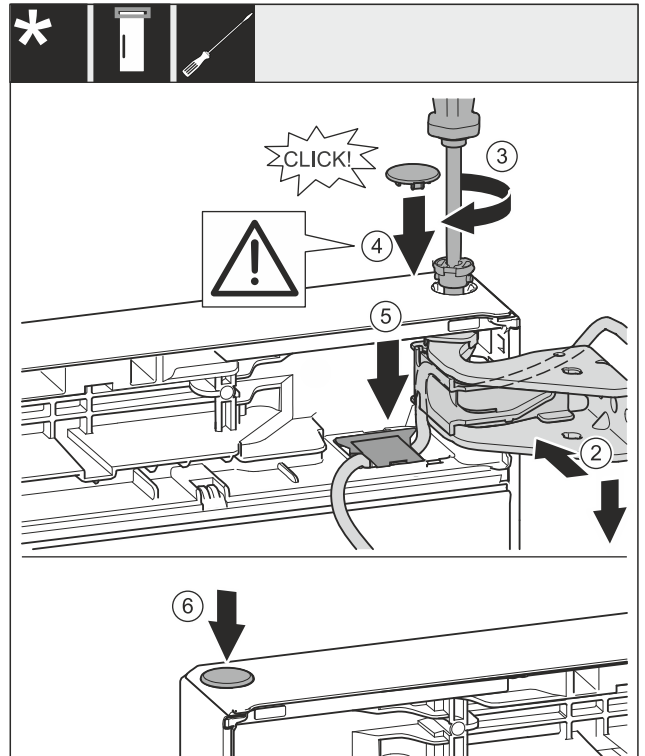

Fig. 31
- ▶ Nolīmeņojiet durvju augšdaļu pret atveri gultņa balstā. Fig. 31 (2)
- ▶ Ievietojiet tapu un pieskrūvējiet ar skrūvgriezi T15. Fig. 31 (3)
- ▶ Uzmontējiet aiztura pārsegu, lai nostiprinātu durvis: ievietojiet aiztura pārsegu un pārbaudiet, vai tas balstās uz durvīm. Ievietojiet pilnīgi tapu pretējā gadījumā. Fig. 31 (4)
- ▶ Ievietojiet pārsegu un spiediet uz leju, līdz tas nofiksējas. Fig. 31 (5)
- ▶ Ievietojiet aizbāzni. Fig. 31 (6)